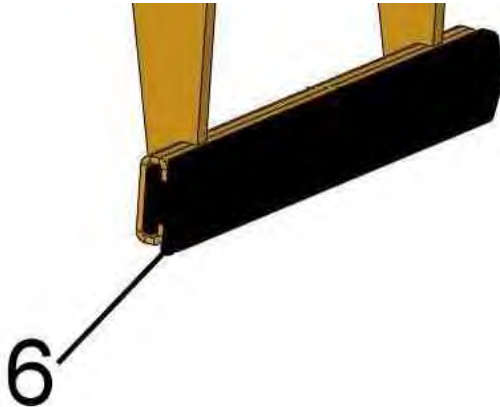
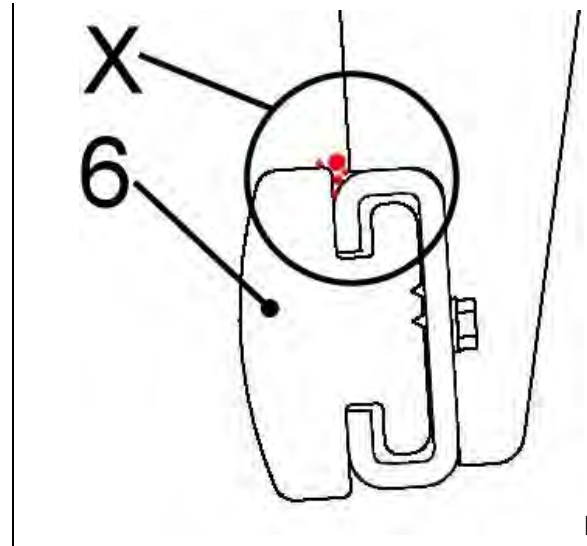

Fig. 1
Fig. 2
Controllare regolarmente lo sporco (ad es. Piccolo frammenti di pietra) nella parte superiore (vedi dettaglio nel punto „X“ nella Fig. 2) del tampone (6) → vedi Fig. 1 / Fig. 2